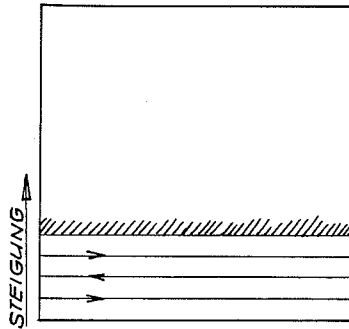

Fig. 20
c) Unregelmässige Parzellen (Fig. 20/21/22)